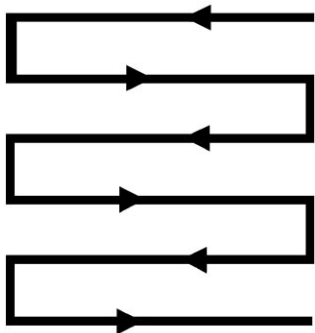

Fig. 22
- > Klipp i rekker. Den mest effektive måten å klippe på er i lange rekker fra kanten av plenen. (Fig. 22).